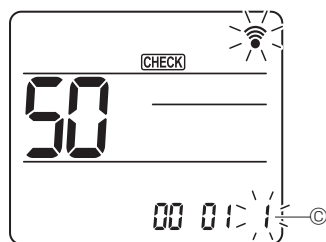

Fig. 7-20
- ④ Seleccione el número de ajuste
- Utilice el botón [DOWN] para cambiar el número de ajuste ③. (Fig. 7-20)
- ⑤ Para seleccionar múltiples funciones continuamente
- Repita la selección de ③ y ④ para cambiar de manera continua los ajustes de varias funciones.
- ⑥ Para seleccionar la función completa